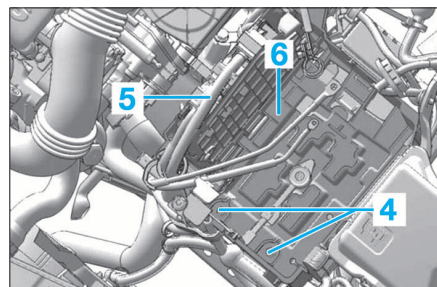

FIG. 2
- le cache de style moteur (3).
- Déposer les vis de fixations (4) du support de batterie (Fig.2).